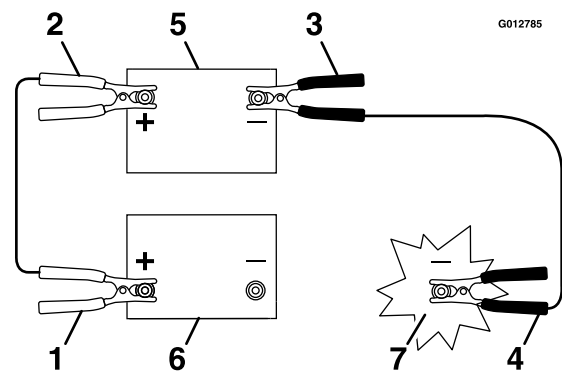

Figura 43
- Conecte el cable de arranque positivo – rojo – (+) al borne positivo de la batería descargada, como se muestra en la Figura 43.
- Conecte el otro extremo del cable positivo al borne positivo de la batería externa (Figura 43).
- En la máquina con batería descargada, conecte el otro extremo del cable de arranque negativo al bloque motor, en un lugar alejado de la batería y de las correas (Figura 43).
2. Desconecte el cable negativo del bloque motor (Figura 43).
3. Desconecte el cable negativo de la batería descargada (Figura 43).
4. Desconecte el cable positivo de la batería externa (Figura 43).
5. Desconecte el cable positivo de la batería descargada (Figura 43).